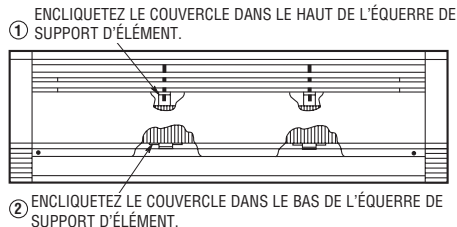

Figure 7. Fixation du couvercle
- Remettez en place le couvercle frontal en ajustant la lèvres supérieure du couvercle sur les pattes de chaque boîtier de raccordement et le bord supérieur d'équerre(s) de support d'élément de chauffe. Faites pivoter le couvercle vers le bas, en poussant ses angles inférieurs vers l'intérieur. Mettez les deux vis (enlevées précédemment à l'étape 4) au travers du couvercle dans les boîtiers de raccordement. Vérifiez que le bas du couvercle est engagé dans le bas de chaque équerre de support d'élément. Voir la Figure 7.
3. Après une intervention de nettoyage ou de service, remettez en place le couvercle de l'avant en vous assurant qu'il est bien fixé dans chaque support d'élément en haut et en bas (Voir la Figure 7).